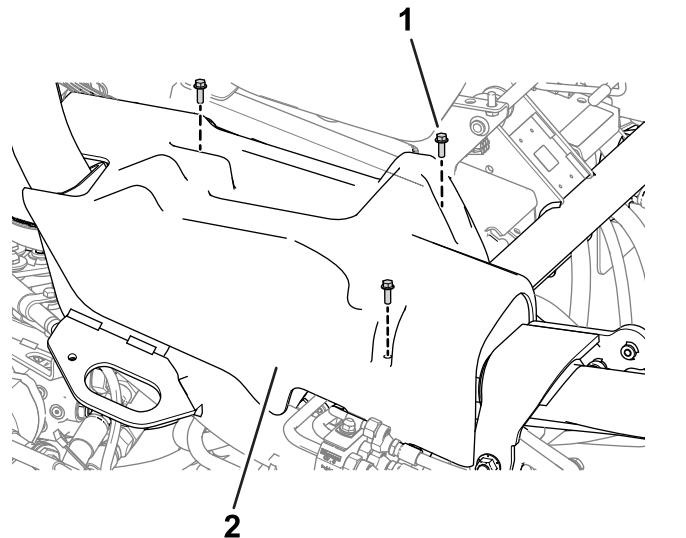

Figura 10
4. Rimuovete la copertura laterale destra (Figura 10) dalla macchina.
8. Montate sulla macchina la copertura destra (Figura 10).